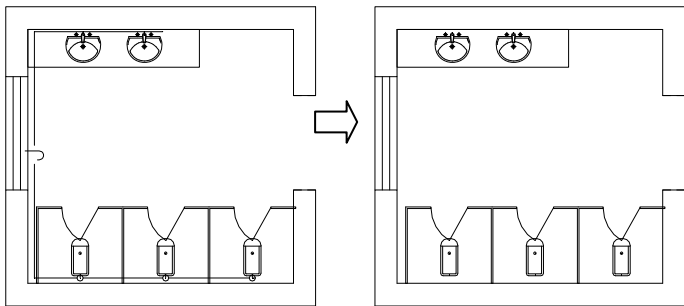

图 10-42 开/关给水图层
- “给水”按钮：单击该按钮，可以控制所有天正给水管线及其附属的管件所在的图层隐藏或者开启，如图 10-42 所示。